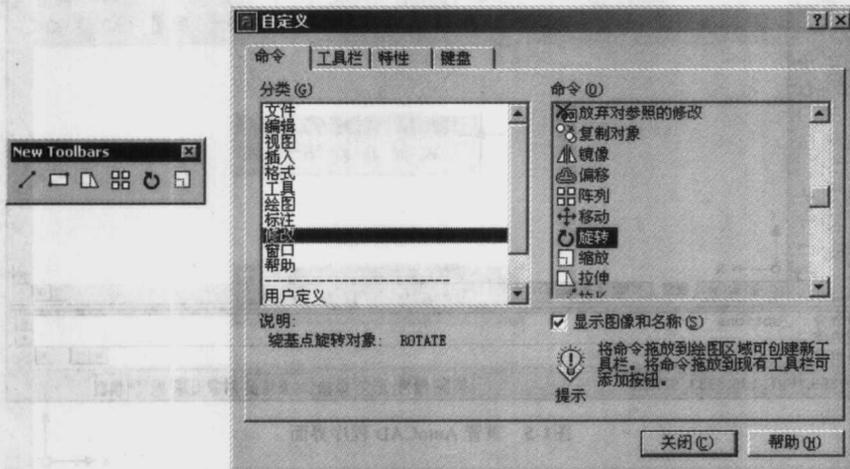

图1-8 【自定义】工具栏对话框和新工具栏
- 单击【命令】选项卡，从该选项卡的“分类”列表框中选择自己需要的工具种类，然后在“命令”列表框中选取工具按钮并将它拖出，放置在新生成的工具栏中，如图 1-8 所示。